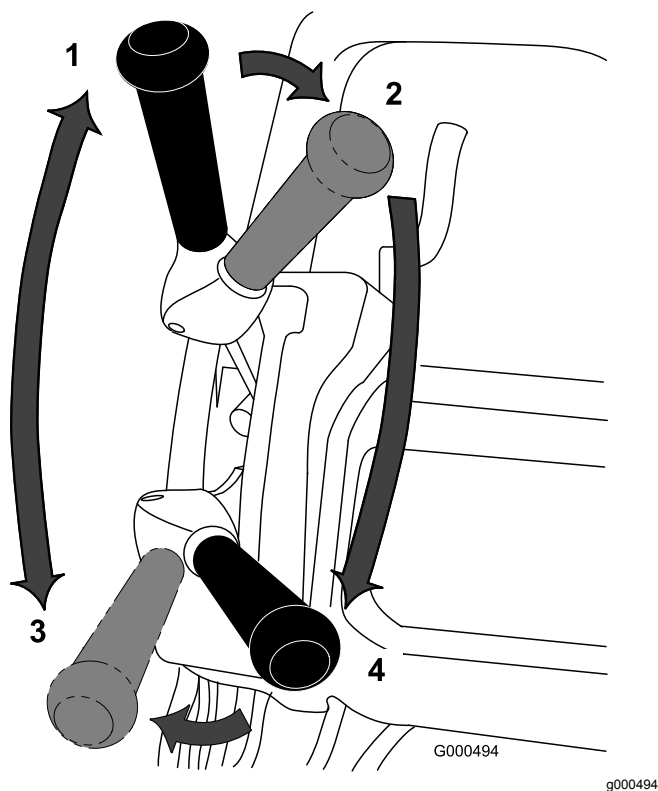

図 38
1. エンジンを始動、スロットルを下げ、ハンドルを押し下げてカッティングユニットを上げ、オペレータコントロールを握り、走行レバーとリール駆動レバーを前進走行にセットして、グリーンのカラール線に入る 図 38。
2. レバーをニュートラル位置にする 図 38。
3. 走行レバーをニュートラルにし、リールレバーを切位置にする 図 38。
4. 走行レバーを — 前進、リール駆動 — 入 位置 図 38にして、スロットルで希望する走行速度に調整し、グリーンに入ったらカッティングユニットを降ろして刈り込みを開始する。